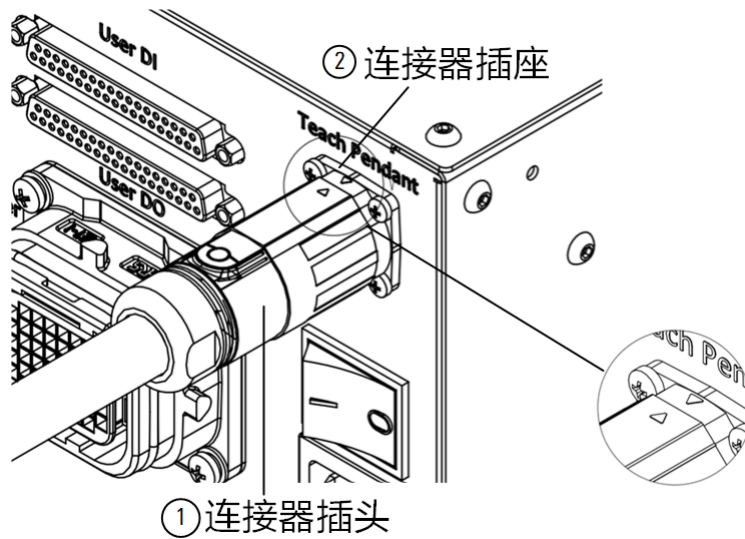

图 3-3 示教器连接接口
inCube2S-6 控制柜前面板右上角为示教器连接接口，采用快插式连接器连接（见图 3-3）。
将连接器插头①的三角符号与连接器插座②的三角符号对齐（如图 3-3 的局部放大图），推入连接器插头①，并顺时针旋转 45°，使其与连接器插座②卡紧。